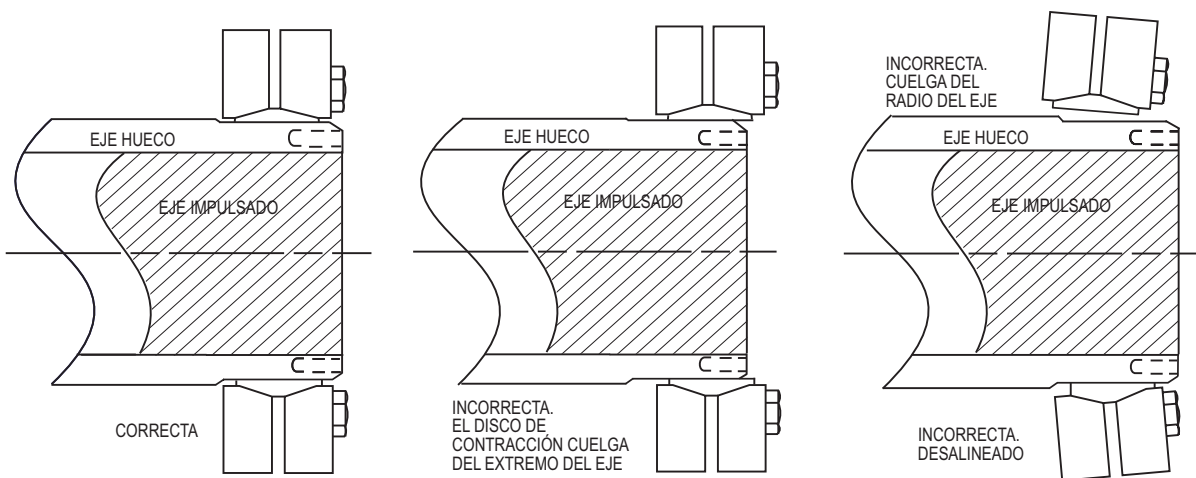

FIGURA 2. UBICACIÓN DEL DISCO DE CONTRACCIÓN
1. Limpie el OD (diámetro exterior) del eje hueco y el ID (diámetro interior) del anillo interno del disco de contracción. Lubrique ligeramente el OD del eje hueco con aceite mineral ligero. Deslice el disco de contracción en el eje hasta colocarlo en la posición correcta (figura 2, página 2). Asegúrese de que el borde interno del anillo interior del disco de contracción no quede colgando de uno de los radios del eje. Apriete a mano tres o cuatro tornillos de seguridad ubicados a intervalos iguales alrededor de la brida mientras mantiene paralelos los collarines exteriores. Apriete a mano los sujetadores restantes.